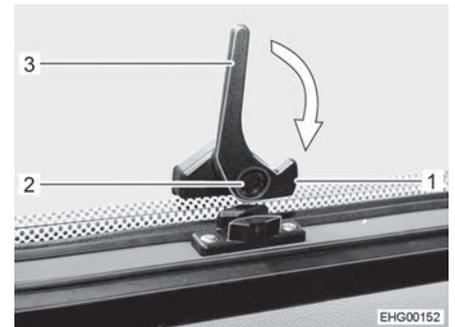

Fig. 32 Palanca de bloqueo inferior (posición "abierta")
- Pulsar el botón de seguridad (Fig. 32,2) en la palanca de bloqueo inferior (Fig. 32,3) y mantenerlo pulsado.
- Girar la palanca de bloqueo inferior (Fig. 32,3) un cuarto de vuelta hacia el marco de la ventana hasta que engatille el saliente de bloqueo (Fig. 32,1).